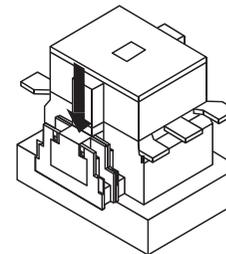
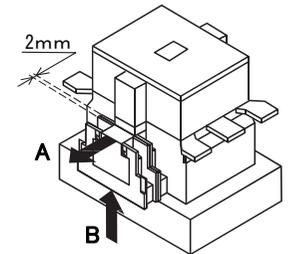

Fig. 3
Fig. 4 拆卸
- ・ 请将辅助触头单元压入到与本机的辅助触头单元相同的位置。(Fig. 3)
(2) 拆卸
- ・ 请将辅助触头单元按箭头 A 的方向拉开 2mm 左右的间隙，在此状态下，沿箭头 B 方向取下。(Fig. 4)
- ・ Put the auxiliary contact unit into the end of grooves. (Fig.3)
(2) Remover
- ・ While making about 2mm space between the auxiliary contact unit and the contactor by pulling the auxiliary contact unit in the direction of the arrow A, remove the auxiliary contact unit in the direction of the arrow B. (Fig.4)
- ・ 補助接点ユニットを本体の補助接点ユニットと同じ位置まで押し込んでください。(Fig. 3)
(2) 取外し
- ・ 補助接点ユニットを矢印 A の方向に引っ張り 2mm 程度の隙間をあげた状態で、矢印 B の方向に引き抜いてください。(Fig. 4)